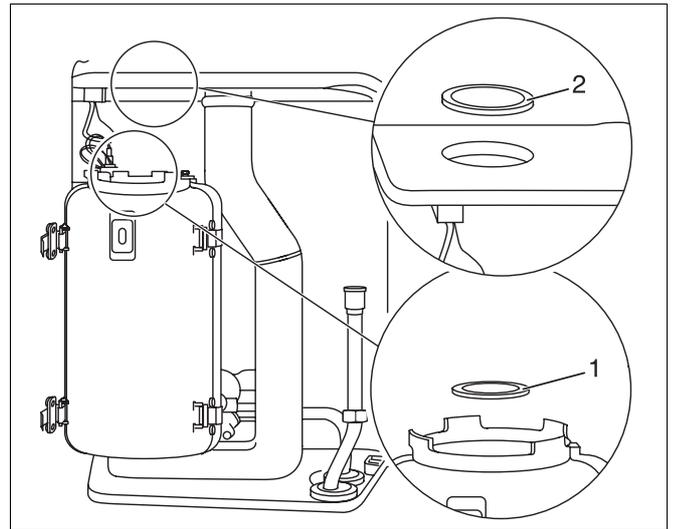

Fig. 35 Enlever le joint du brûleur et le joint en caoutchouc
- Enlever le joint du brûleur (fig. 35, pos. 1).
- Pousser de l'intérieur vers l'extérieur et par le haut le joint en caoutchouc de la chambre de combustion (fig. 35, pos. 2).
- Enlever par le haut le joint en caoutchouc de la chambre de combustion (fig. 35, pos. 2).